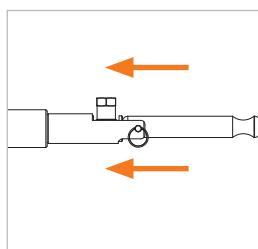

Figure 7
- ▶ Déplacez légèrement le connecteur en direction de la pièce d'essai (*Figure 7*). Les mâchoires de serrage s'ouvrent. La connexion à la pièce d'essai est ainsi desserrée et le connecteur peut être retiré en position droite par l'arrière.